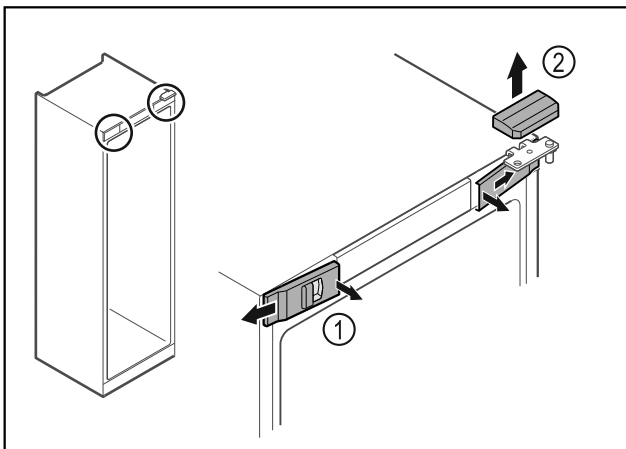

Fig. 9
- ▶ Звільніть передні кришки Fig. 9 (1) всередині від фіксатора та поверніть убік.
- ▶ Зніміть верхню кришку Fig. 9 (2) вгору.